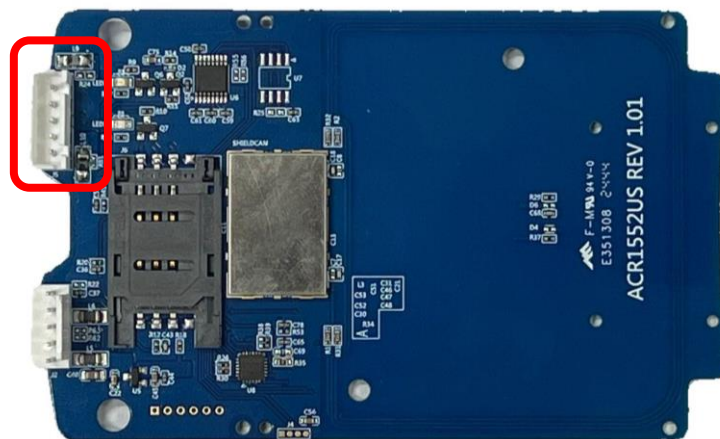

图 4: ACM1552D 通过串口
1. 使用 RS-232 连接线将插座 **J5** 连接至其他外围设备（请参考图 4）